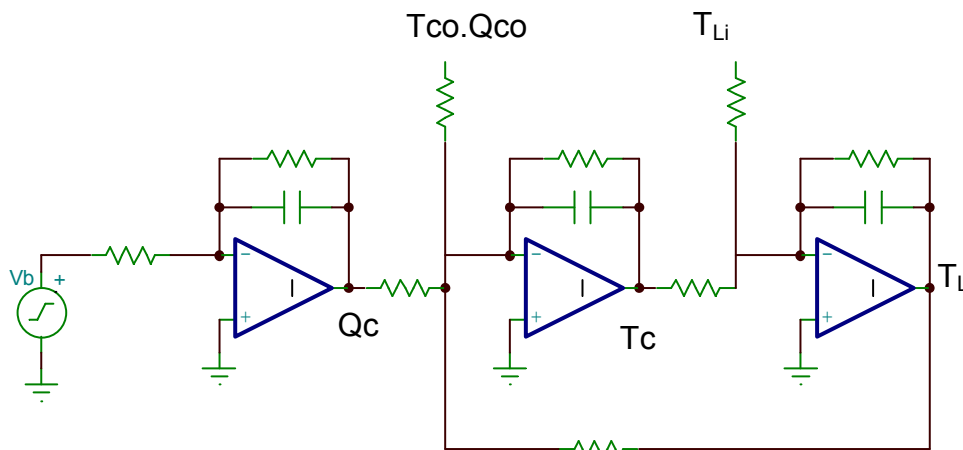

Figura 6. Simulador analógico propuesto.
**A.3.** Dado el circuito de simulación analógica, mostrado en la figura 6, calcule los valores de componentes de modo tal que la función de transferencia se corresponda al diagrama de bloques desnormalizado.
4. Tomando como base el diagrama de la figura 6, linealice la parte no lineal, y verifique los valores numéricos mostrados en la figura 2. Para  $T_{Li}=120^\circ\text{C}$ , y  $T_L=50^\circ\text{C}$ .